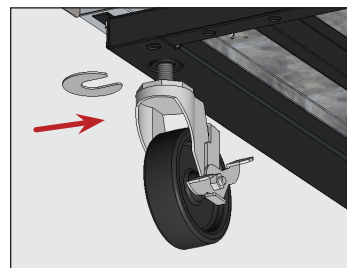

Figure 9. Insérez la ou les cales de roulette, en vous assurant de bien serrer la tige de la roulette.
5. Sur le bas de l'appareil, desserrez suffisamment le boulon de la roulette pour faire glisser les cales de roulette fournies entre le roulement à billes de la roulette et le rail inférieur de l'appareil. Voir Figure 9.
6. Posez le nombre de cales voulu. Voir Figure 9.